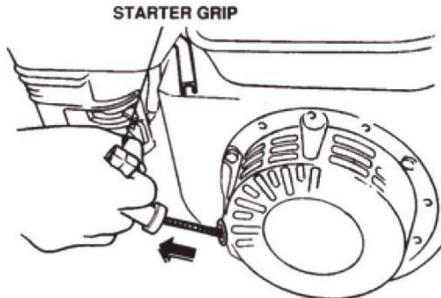

FIG. 10
- 9.6 Ta tag i starthandtaget (FIG. 10) och dra långsamt ut det. Motståndet blir svårast vid en viss position, motsvarande